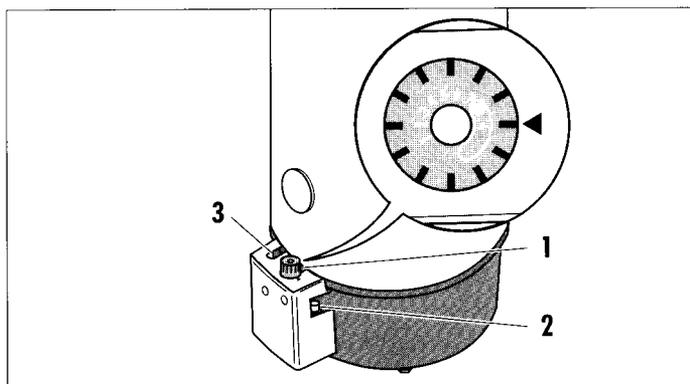
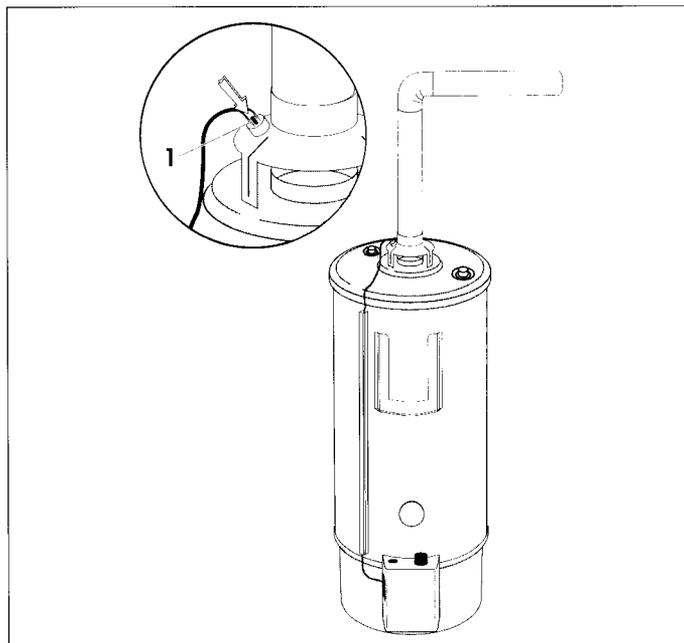

Abb. 3 Warmwassertemperatur einstellen
Abb. 5 Wieder einschalten
- Schalten Sie die Anlage aus, indem Sie den eingedrückten Bedienungsknopf (Abb. 3, Pos. 1) in Geschlossenstellung • drehen.
- Drehen Sie den Bedienknopf (1) Abb. 3 in Zündstellung
- Drücken Sie jetzt den Bedienknopf (1) nach unten und drücken Sie gleichzeitig den Piezo-Zünder (2) so oft, bis die Zündflamme brennt. Die Zündflamme ist durch die Öffnung (3) in der Abdeckung zu sehen.
- Halten Sie ca. 10-15 Sekunden den Bedienknopf (1) gedrückt.
Wird die am Temperaturwähler (Abb. 3, Pos. 1) eingestellte Wassertemperatur erreicht, so schaltet sich der RG automatisch ab.
Sinkt die Wassertemperatur unter die am Temperaturwähler (Abb. 3, Pos. 1) eingestellte Wassertemperatur, so schaltet sich der RG automatisch ein.
Zur Entriegelung muß zuerst der Bedienungsknopf (Abb. 3, Pos. 1) in die Geschlossenstellung • gedreht werden. Anschließend wird der Entriegelungsstift (Abb. 5, Pos. 1) eingedrückt. Danach kann der Speicher, wie unter Pkt. „Inbetriebnahme“ beschrieben, gestartet werden.